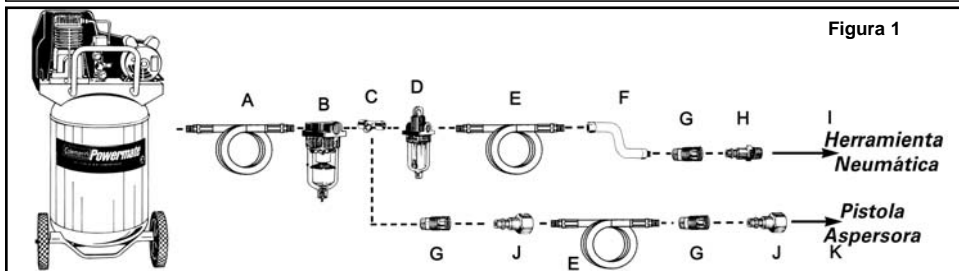

Figura 1
- Conecte la herramienta al acoplador rápido de la manguera de aire. **NOTA: Se recomienda utilizar una manguera de conexión flexible con un cabezal giratorio (P012-0079SP - no incluida) para evitar que la manguera de aire se doble, enrosque o gaste demasiado (ver figura 1 para las conexiones recomendadas).**
- Coloque la perilla de control del regulador (B) en la velocidad variable deseada.
Para conservar el funcionamiento óptimo de la herramienta neumática, debe ser lubricada cada vez que se utiliza. Las partículas, el polvo, el óxido y los residuos de aceite se acumulan dentro de la herramienta y reducen su desempeño. Se recomienda utilizar un engrasador en línea para una lubricación automática adecuada de la herramienta (ver Figura 1). Si no dispone de un engrasador en línea, puede lubricar la herramienta de forma manual a través del orificio de entrada (ver Figura 4).